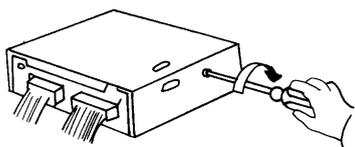
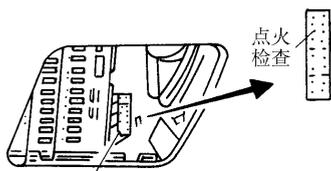

图 4-1 用旋具将计算机上的自诊断模式旋钮开关顺时针旋转到头
图 4-2 用诊断数据连线将检查和点火端子用合适线束连接
(1) 取出计算机，注意不要拔下计算机上的导线接口，否则会删除存储在计算机内存中的故障码。
(2) 点火开关转到 ON 位置（发动机不启动），此时故障指示灯应亮，如不亮，检查故障指示灯及电路。
(3) 如启动发动机，进行诊断测试模式 I——故障报警。
(4) 如不启动发动机，对于带三元催化转化器的车型，用旋具将计算机上的自诊断模式旋钮开关顺时针旋转到头（注：点火开关仍在 ON 位置）（图 4-1），等待至少 2s，再启动发动机，便进入诊断测试模式 II，就可读取故障码；对于不带三元催化转化器的车型，用诊断数据连线将检查和点火端子用合适线束连接（图 4-2）。再启动发动机，便进入诊断测试模式 II，就可读取故障码。